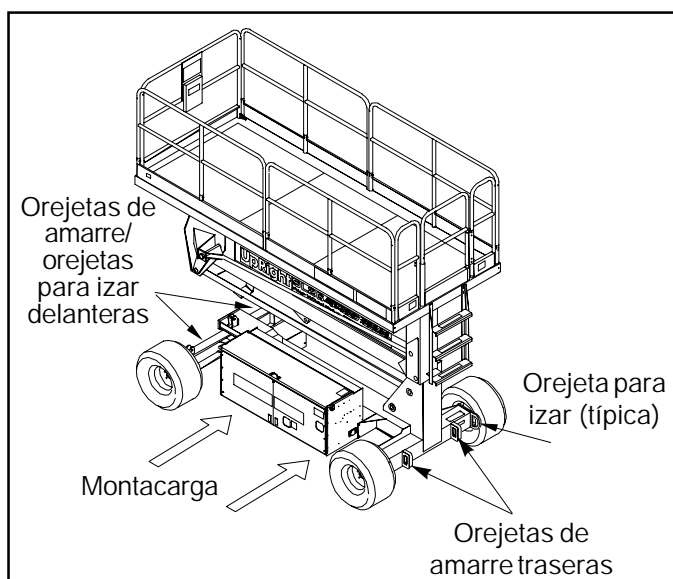

Figura 5: Transporte de la plataforma de trabajo
Levantar con el montacarga desde el costado del chasis, por debajo de los módulos (Figura 5).
1. Fijar las correas a las orejetas para izar del chasis solamente (Figura 5).
2. Sujetar la plataforma de trabajo al vehículo de transporte con cadenas o correas de la capacidad de carga adecuada sujetas a las orejetas de amarre del chasis (Figura 5).